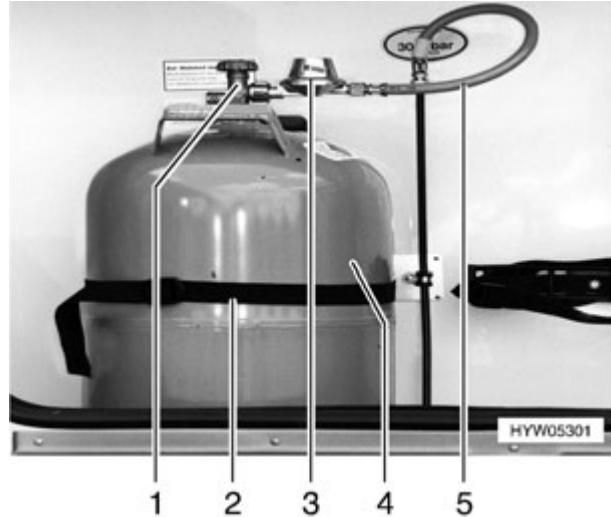

Fig. 72 Caja para bombonas de gas
- Cerrar la llave de paso principal (Fig. 72,1) de la bombona de gas (Fig. 72,4). Observar el sentido de la flecha.
- Desenroscar manualmente el regulador de presión de gas (Fig. 72,3) con goma del gas (Fig. 72,5) de la bombona de gas (rosca a la izquierda).
- Soltar la correa de fijación (Fig. 72,2) y extraer la bombona de gas.